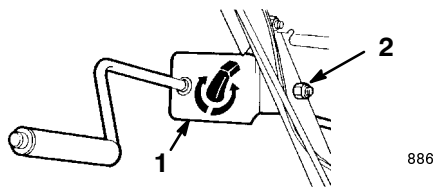

Figure 10
1. Fixez le support et la tige d'orientation de l'éjecteur du côté gauche du mancheron à l'aide d'un boulon à tête hexagonale et d'un contre-écrou. Ne serrez pas encore le contre-écrou (Fig. 10).
5. Serrez le contre-écrou de fixation du support d'orientation de l'éjecteur (Fig. 10).